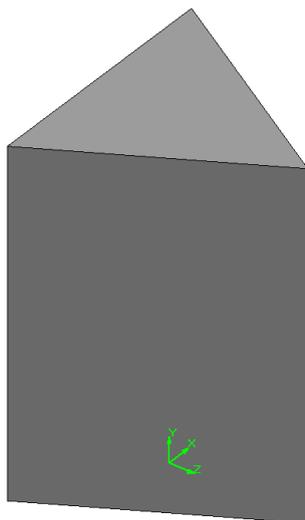

Рис. 13.2. Модель правильной треугольной призмы.
1.13. Рассмотрите изображение правильной треугольной призмы (рис. 13.2) в различных режимах отображения: **Каркас**, **Невидимые линии тонкие**, **Полупрозрачное**.